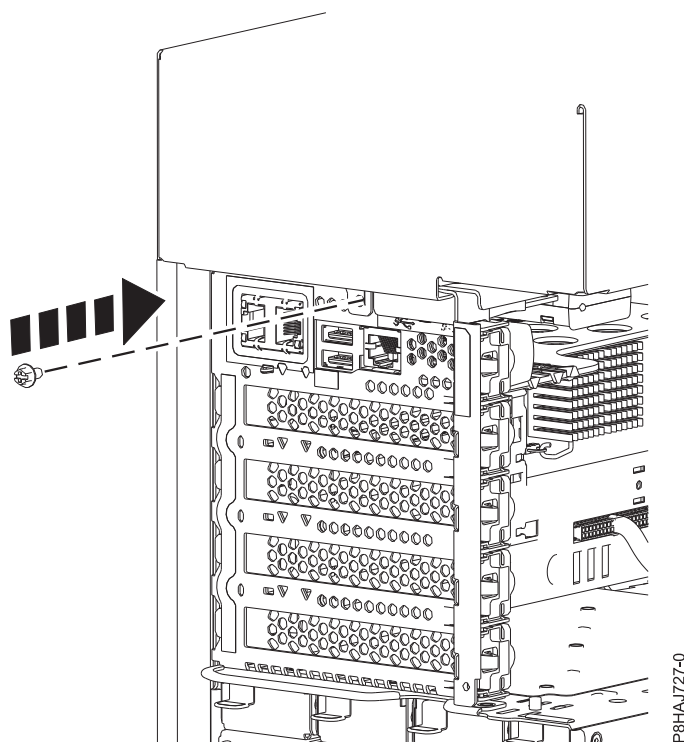

図 22. 8286-41A サイド・カバーねじの取り付け
5. プラスのねじ回しを使用して、サイド・カバー後部ねじを取り付けます (45 ページの図 22 を参照)。